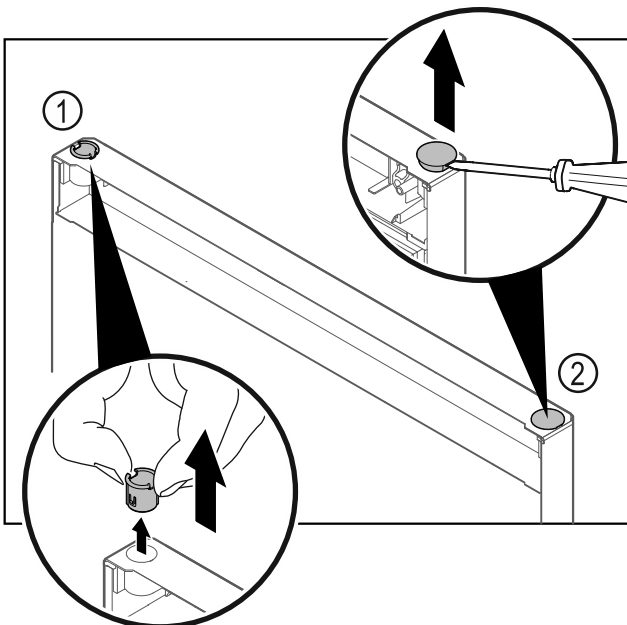

Fig. 27 Dvířka chladničky
- Pouzdro závěsu Fig. 27 (1) vytáhněte prsty.
- Krycí zátku Fig. 27 (2) opatrně nadzvedněte plochým šroubovákem a vytáhněte.